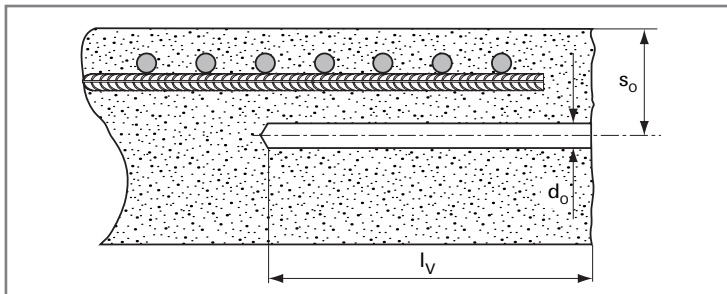

Abb. 5:
- Der Ausführende hat mit darauf zu achten, dass bei einer Verankerung nahe am Bauteilrand (Abb. 5) die Mindestbetondeckung **min c** (Tab. 1) und der Mindestabstand **min a_s** (Gl. 1) der eingemörtelten Bewehrungsstäbe eingehalten werden.